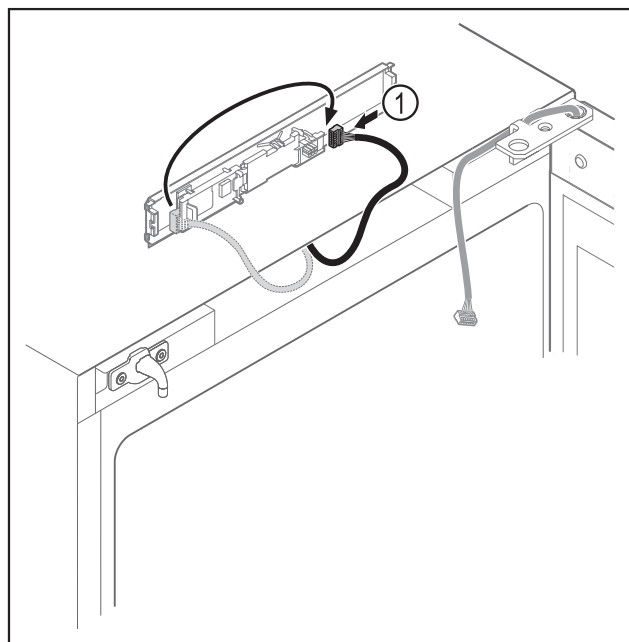

Fig. 14
- Přepojte zástrčku Fig. 14 (1) na desce.